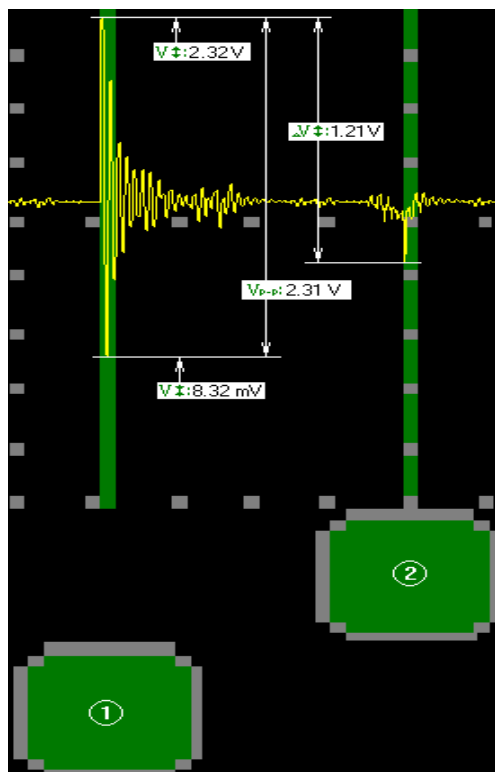

рис.10
- 7 - максимальное значение напряжения в точке осциллограммы, на которую указывает маркер 'A', для канала, по которому выводится дополнительная информация (см. рис.10),
- 8 - максимальная разность напряжений в точках осциллограммы, обозначенных маркерами 'A' и 'B', для канала, по которому выводится дополнительная информация (см. рис.10),
- 9 - минимальное значение напряжения в точке осциллограммы, на которую указывает маркер 'A', для канала, по которому выводится дополнительная информация (см. рис.10),
- 10 - пиковая разность напряжений в точке осциллограммы, на которую указывает маркер 'A', для канала, по которому выводится дополнительная информация (см. рис.10).
По рис.10 видно, какие значения сигнала отображают данные элементы (для наглядности толщина маркерной линии условно увеличена).